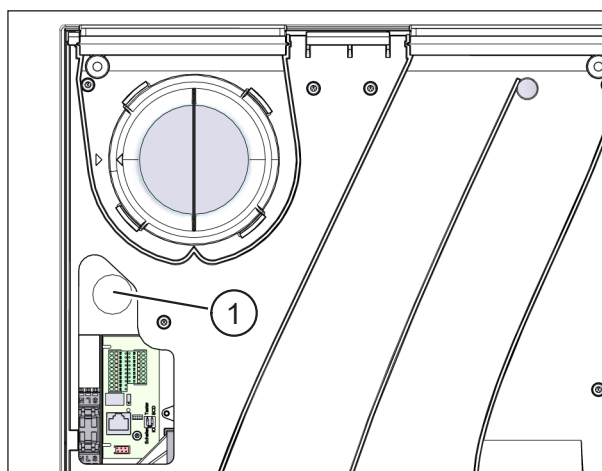

Fig. 34: Introducerea cablurilor de rețea și a cablului de control (dacă se utilizează)
- ▶ Introduceți cablurile de rețea prin deschiderea (elementul 1 în Fig. 34) de pe aparatul de ventilație și trageți cablul prin deschidere.
- ▶ Introduceți cablul de control (dacă se utilizează) în deschiderea (elementul 1 în Fig. 34) de pe aparatul de ventilație și trageți cablul prin deschidere.
- ▶ Introduceți cablul de control pentru opțiunea M-WRG-II O/EGG-AUS (dacă se utilizează) în deschiderea (elementul 1 în Fig. 34) de pe aparatul de ventilație și trageți cablul prin deschidere.